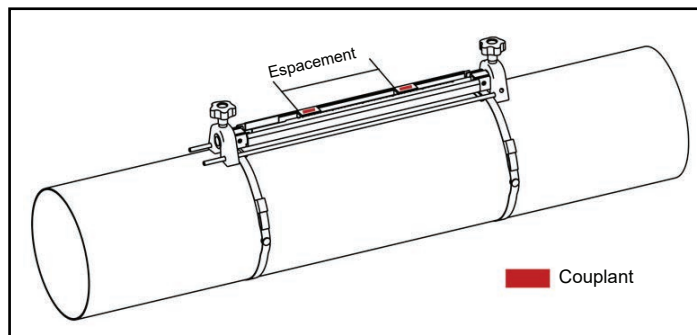

Figure 13 : Réglage de l'espacement des transducteurs et application du couplant
- b. Placez les transducteurs conformément à l'espacement calculé par l'appareil. Si vous utilisez un couplant solide, appliquez-le sur les faces des deux transducteurs. Ensuite, faites pivoter les transducteurs sur le rail (voir la figure 13 ci-dessous).